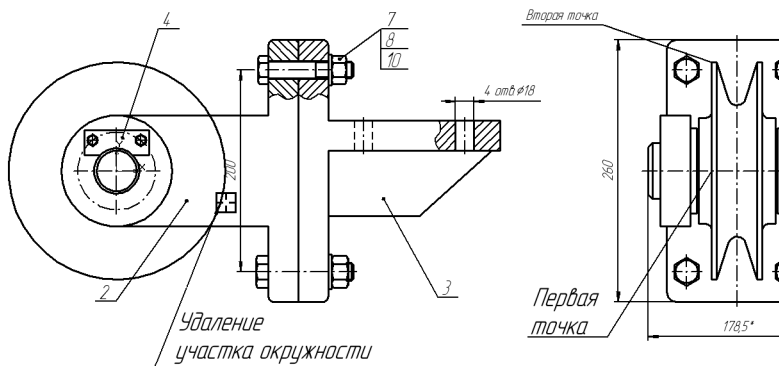

Рис. 53.45.
2.4. Сместите изображение на экране таким образом, чтобы стал виден вид слева (рис. 53.45). В ответ на запрос калькулятора последовательно укажите две точки на виде, показанные на рис. 53.45 справа.
3. Удалите участок окружности *Ролика*, закрытый *Вилкой* (рис. 53.45, слева).